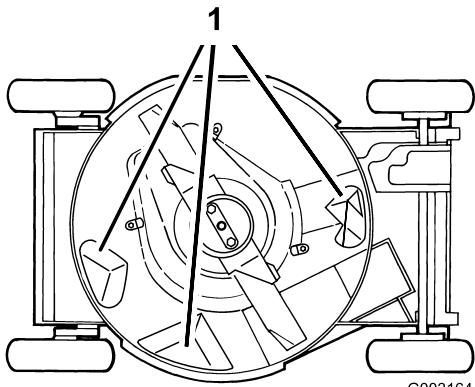

Figura 40
Para asegurar el mejor rendimiento, mantenga limpios los bajos de la carcasa. Tenga especial cuidado de mantener libres de residuos los deflectores (Figura 40).
5. Retire las 2 tuercas de la cuchilla, el acelerador y la cuchilla (Figura 40).